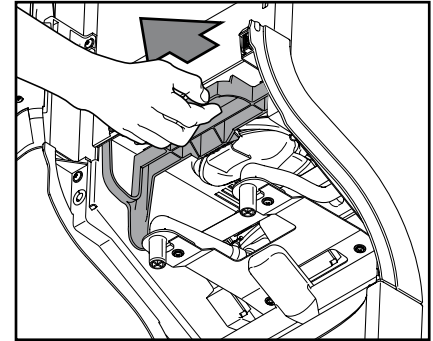

Fig. 44
- d. Træk i udløsningsstangen for at udløse hele blandeskålen (fig. 44).